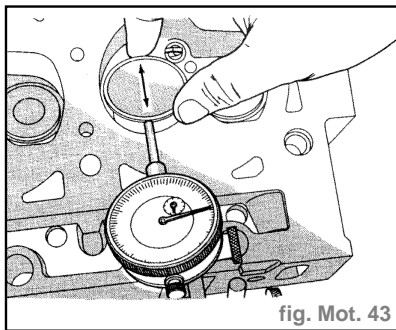

fig. Mot. 43
- fixer le comparateur à cadran **C-3339** à la culasse et la régler à angle droit par rapport à la queue de soupape à mesurer (fig. Mot. 43).